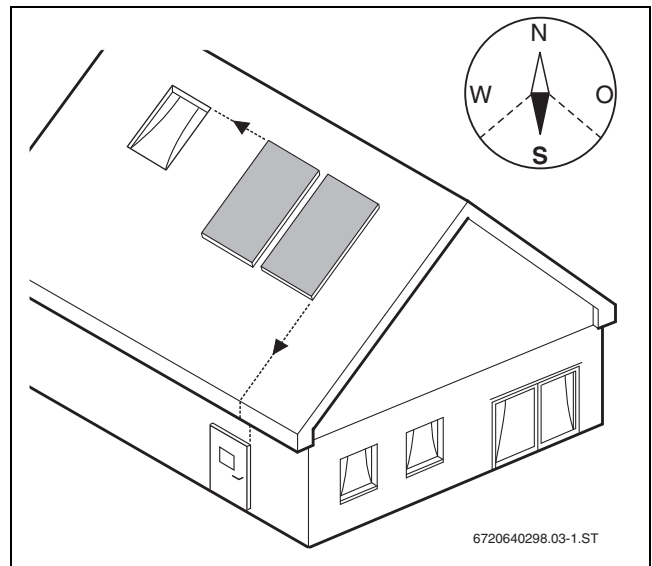

Fig. 10
- Orienter le champ de capteurs si possible au sud (→ fig. 10).
- Orienter le champ de manière à aligner les portes, les fenêtres, etc... par rapport aux capteurs (→ fig. 10).